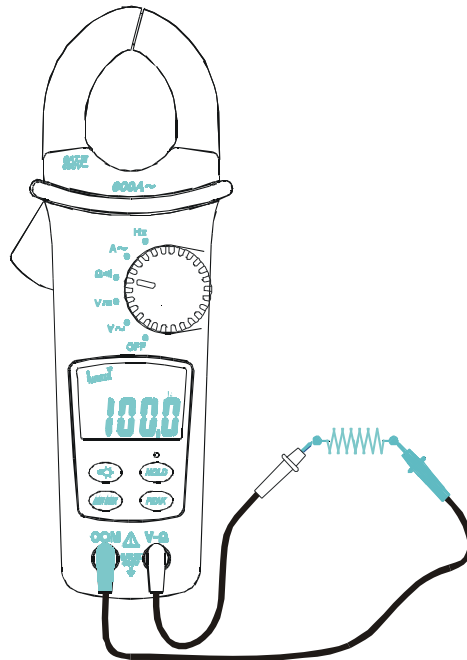

Abb. 4: Widerstandsmessung und Durchgangstest
3. Verbinden Sie die Prüfspitzen mit dem gewünschten Messobjekt (s. Abb. 4). Der Messwert wird auf dem Display angezeigt.